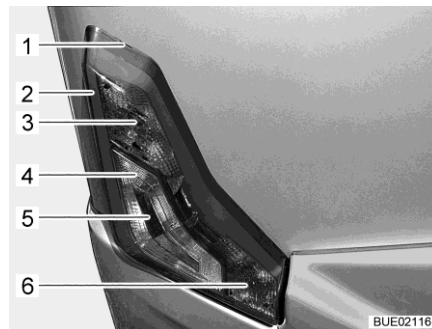

Fig. 202 Eclairage arrière
- Introduire un outil plat dans l'encoche (Fig. 202,1) et soulever le boîtier avec précaution.